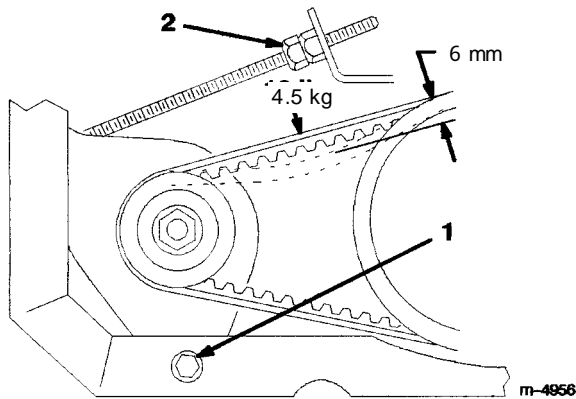

図 38
2. ジェネレータのピボットボルト（図38）をゆるめる。
4. 調整ボルト（キャリッジボルト）を締め、ピボットボルトを締める（図38）。